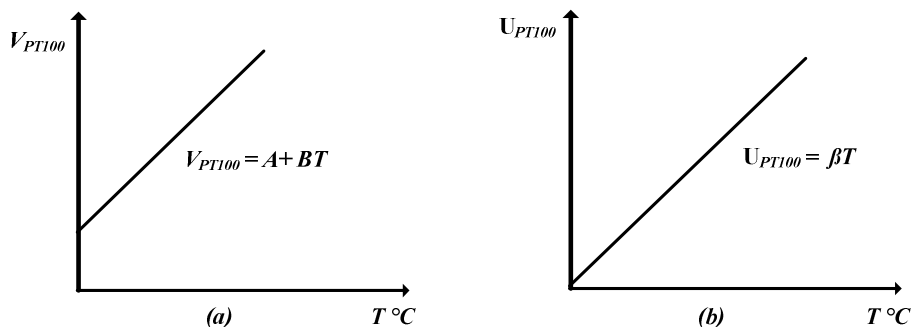

Figure 2 : (a) Conditionnement du capteur, (b) conditionnement du signal.
- Proposer un montage de conditionnement de votre signal V_{PT100} , qui représente l'image de la variation de température, et de façon à obtenir une variation sous la forme : $U_{PT100} = \beta T$ (Figure 2). Votre solution doit permettre d'obtenir une variation de tension **entre 0V et 3V** quand la température varie de **0°C à 50°C**. Justifier vos choix.